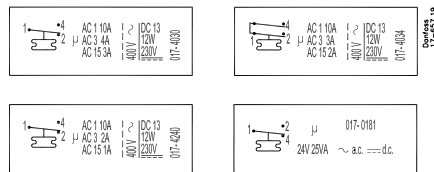

Fig. 7
Contact load: See switch cover or fig. 7.
Kontaktbelastning: Se kontaktdækslet eller fig. 7.
**Schaltleistung:** Siehe Kontaktdeckel oder Abb. 7. Die Kennzeichnung, z.B. 10 (4) A, 400 V ~ AC, gibt an, dass bei 400 V maximal 10 A ohm'sche und 4 A induktive Belastung angeschlossen werden dürfen. Der maximale Einschaltstrom beim Einschalten eines Motors (L.R.) darf bis zum siebenfachen der induktiven Belastung betragen – jedoch max. 28.